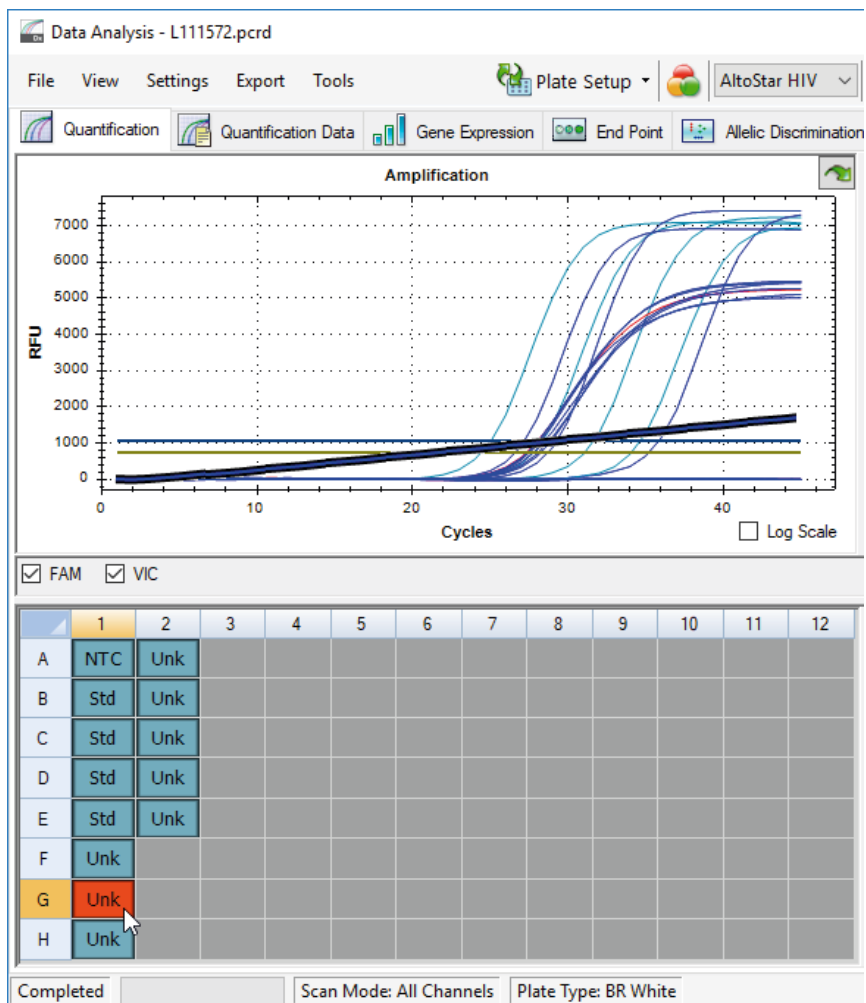

Abb. 6: Fenster Data Analysis (Datenanalyse): irreguläres PCR-Signal
2. Identifizieren Sie Wells mit irregulären PCR-Signalen (lineare Signalzunahme, Signalspitzen usw.) in den Detektionskanälen FAM™ (HIV-Zielsequenz) und VIC™ (IC) (siehe Abbildung 6).